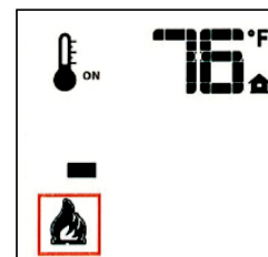

Figure 58.
- La touche fléchée Haut (^) augmentera la hauteur de flamme à chaque fois que vous appuyez dessus. Si vous appuyez sur la touche fléchée Haut pendant que le système est sous tension (à «ON») mais que la flamme est éteinte, la flamme s'allumera en position Haute (v. Fig. 58 à 60). Un seul «bip» du récepteur confirmera la réception de la commande.